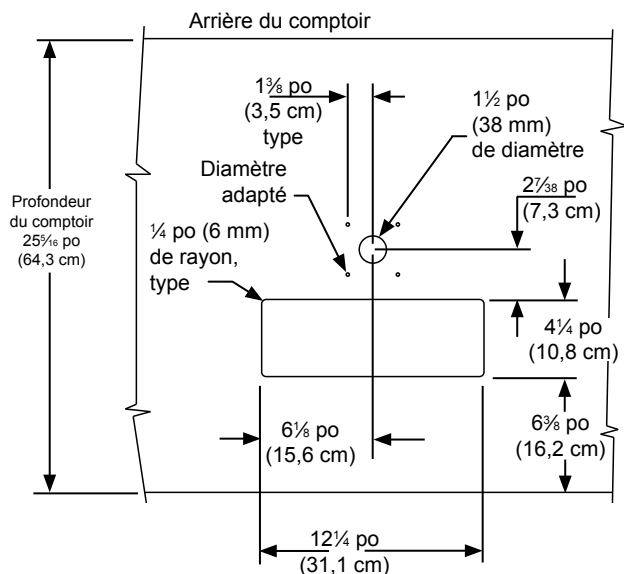

Figure 23
Les dimensions illustrées dans la Figure 23 sont basées sur une profondeur de comptoir de 25 $\frac{5}{16}$ po (64,3 cm). Votre comptoir pourrait être différent et nécessiter des dimensions différentes. Consultez les dimensions du produit à la page 30 au moment de déterminer les dimensions requises.
1. Si vous installez votre réfrigérateur à fût sous un comptoir, vous devrez percer 5 trous dans le comptoir pour monter la colonne. Le premier trou de 1 $\frac{1}{2}$ po de diamètre est situé au centre de la colonne pour la conduite de bière; percez-le à environ 13 $\frac{1}{2}$ po (34,3 cm) du rebord avant du comptoir (en se basant sur une profondeur de comptoir de 25 $\frac{5}{16}$ po). Percez ensuite les 4 trous de montage de la colonne, conformément aux dimensions indiquées dans la Figure 23. Le diamètre du trou varie selon le matériel du comptoir et la nécessité d'utiliser des pièces d'ancrage à vis. Les vis fournies dans l'ensemble de documentation sont en acier inoxydable AB de type n° 10 x 1 po. Marquez et découpez l'ouverture rectangulaire pour le drain d'évacuation. Une fois les trous percés et le réfrigérateur à fût placé sous le comptoir, faites passer la conduite de bière dans le joint de la colonne, le trou de 1 $\frac{1}{2}$ po dans le comptoir et le trou sur le dessus du réfrigérateur à fût. Montez la colonne sur le comptoir à l'aide des 4 vis fournies. Placez le drain d'évacuation du comptoir, fourni avec l'ensemble de documentation, dans l'ouverture rectangulaire avec la découpe en rayon à l'arrière, près de la colonne. Placez ensuite la grille dans le drain.
2. Montez le régulateur sur le réservoir de CO₂ (raccordement (B)) en utilisant la nouvelle rondelle de plastique fournie par le fournisseur de gaz. Comme le régulateur est muni de filetage à gauche, vous devez le tourner dans le sens inverse des aiguilles d'une montre pour le serrer. Serrez-le avec une clé à molette ou clé plate de 1 $\frac{1}{8}$ po.
3. Connectez la ou les conduite(s) d'air rouge(s) provenant du régulateur au **grand** raccord de conduite d'air sur le coupleur de fût avec un **grand** collier de serrage (raccordement (C)).
4. Connectez la conduite de bière transparente provenant de la colonne au **petit** raccord de conduite d'air sur le coupleur de fût avec un **petit** collier de serrage (raccordement (A)).